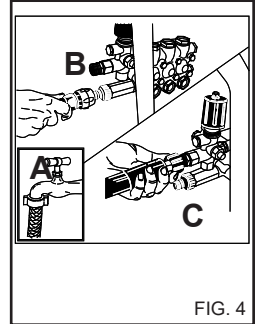
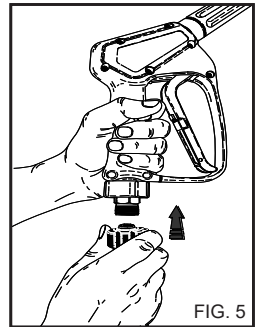

FIG. 4
FIG. 5
Подсоедините шланг к крану водоснабжения (рис. 4А) и к отверстию на аппарате (рис. 4В). Убедитесь, что давление и расход воды, подаваемой от крана, соответствует характеристикам аппарата: 2-8 бар (29-116 фунт/дюйм²) Максимальная температура подаваемой воды 50°C (122°F).
Подсоедините шланг высокого давления к аппарату (рис.4С) и к пистолету (рис. 5).
Поверните кран подачи воды (рис. 4А).
3) Нажав рычаг на пистолете, сбросьте давление в шланге высокого давления (рис. 5А).
4) Закройте кран водопровода (рис. 4А).